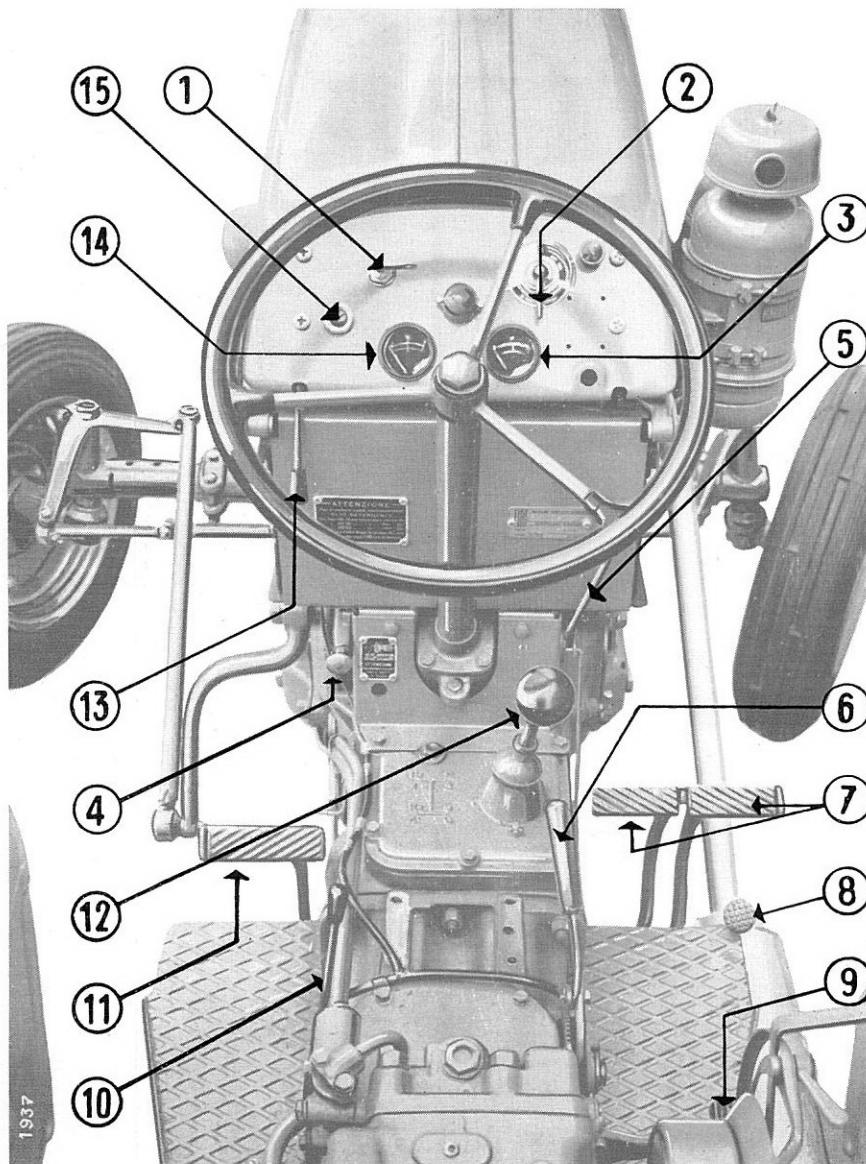

FIG. 4
*Les commandes et les instruments de contrôle du tracteur sont décrits dans le même ordre numérique qu'ils sont représentés sur la figure 4.*